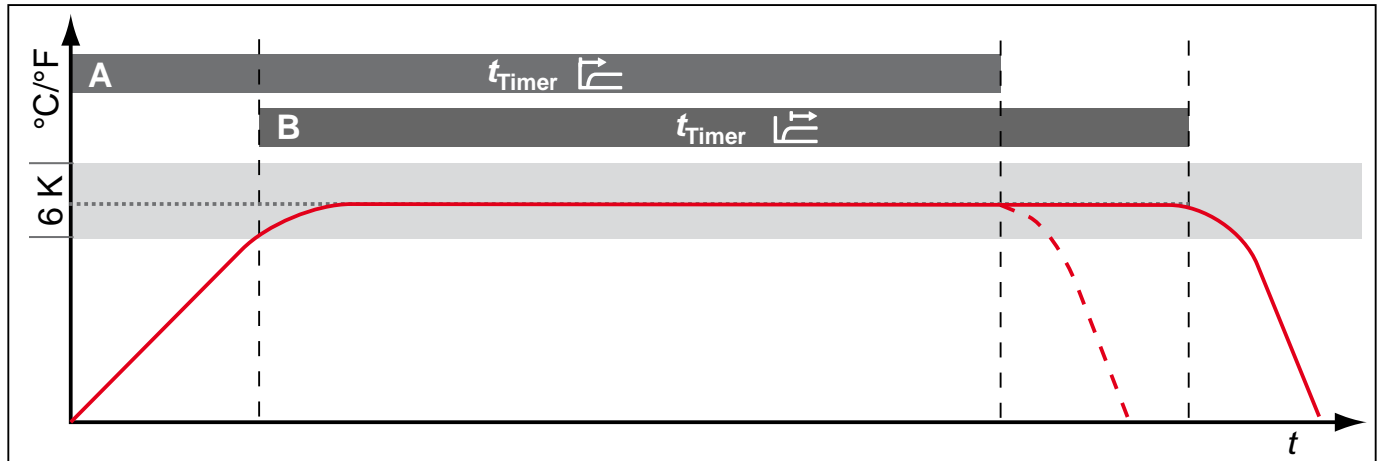

Abb. 23 Timer Mode
Hier kann bei Universalschränken UNPLUS/UFPLUS und Brutschränken INPLUS/IFPLUS eingestellt werden, ob der Timer (siehe Seite 26) sollwertabhängig arbeiten soll oder nicht – das heißt, ob die Timerlaufzeit erst beginnen soll, wenn ein Toleranzband von  $\pm 3$  K um die Solltemperatur erreicht ist (Abb. 23, B), oder bereits unmittelbar nach dem Aktivieren des Timers (A).